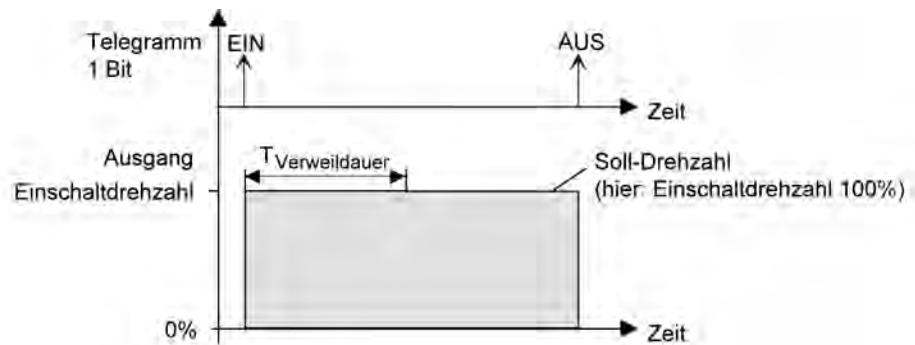
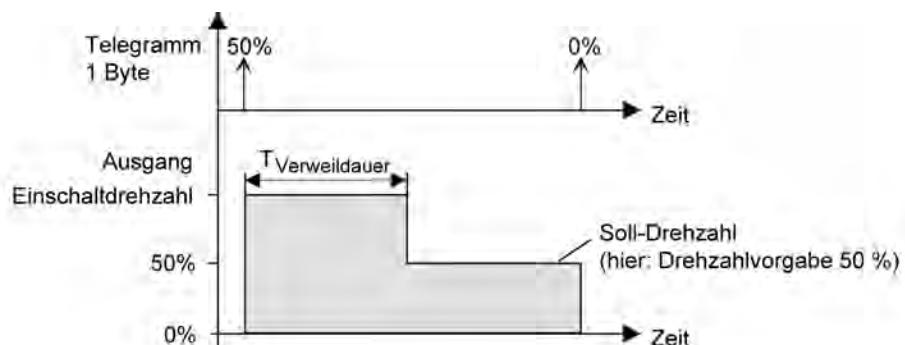

Bild 39: Einschaltdrehzahl und Soll-Drehzahl bei Schaltbefehlen
Bild 40: Einschaltdrehzahl und Soll-Drehzahl bei Wertbefehlen
- i **Soll-Drehzahl:** Die Soll-Drehzahl ergibt sich direkt aus Schaltbefehlen durch Schalt-Telegramme oder durch die Handbedienung. Die Soll-Drehzahl ist dann die Einschaltdrehzahl (Bild 39). Alternativ wird die Soll-Drehzahl unmittelbar durch Telegramme auf das Drehzahlobjekt oder durch Drehzahlvorgaben der Szenenfunktion oder Sperr- und Zwangsstellungsfunktionen festgelegt (Bild 40).